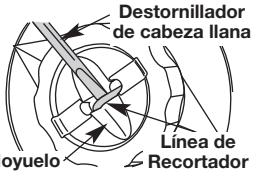

Fig. 29
2. Usando un destornillador de cabeza llana, inserte la extremidad en la línea hoyuelo y apenas bajo porción expuesta de la línea (Fig. 29)